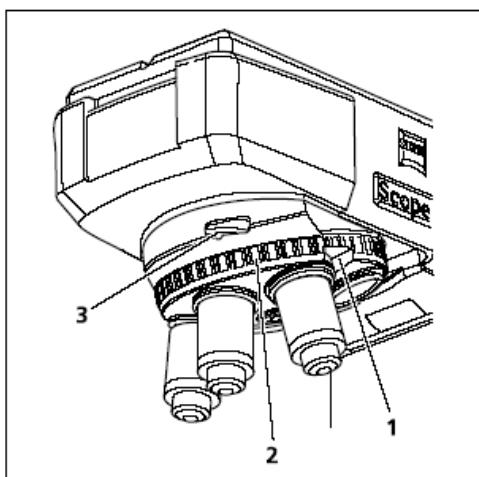

图4-30 配有补偿镜插孔的物镜转盘
- 配有插孔（图4-30/3），用于补偿镜或荧光保护罩
- 根据配置，可以装备3个、6个或不装备 DIC 位置（图4-30/1）。
- 转动物镜转盘的转盘（图4-30/2），快速更换物镜。